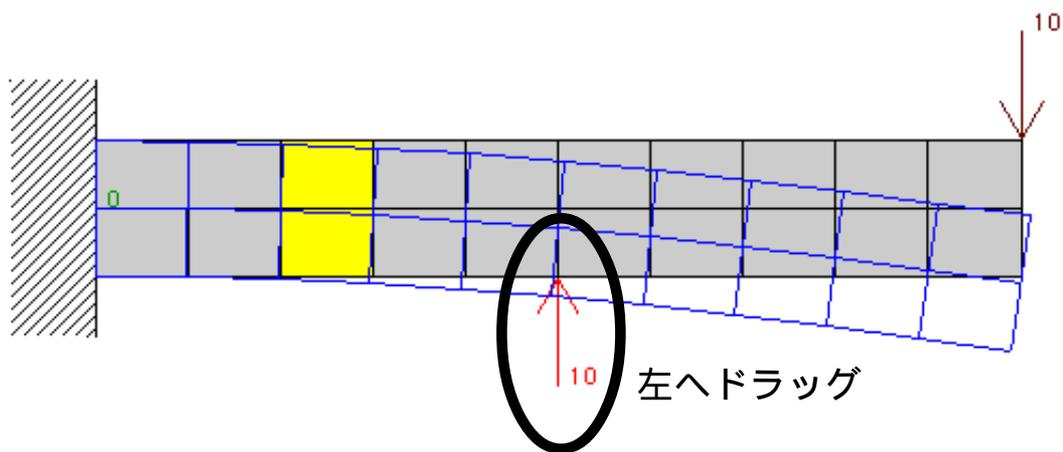
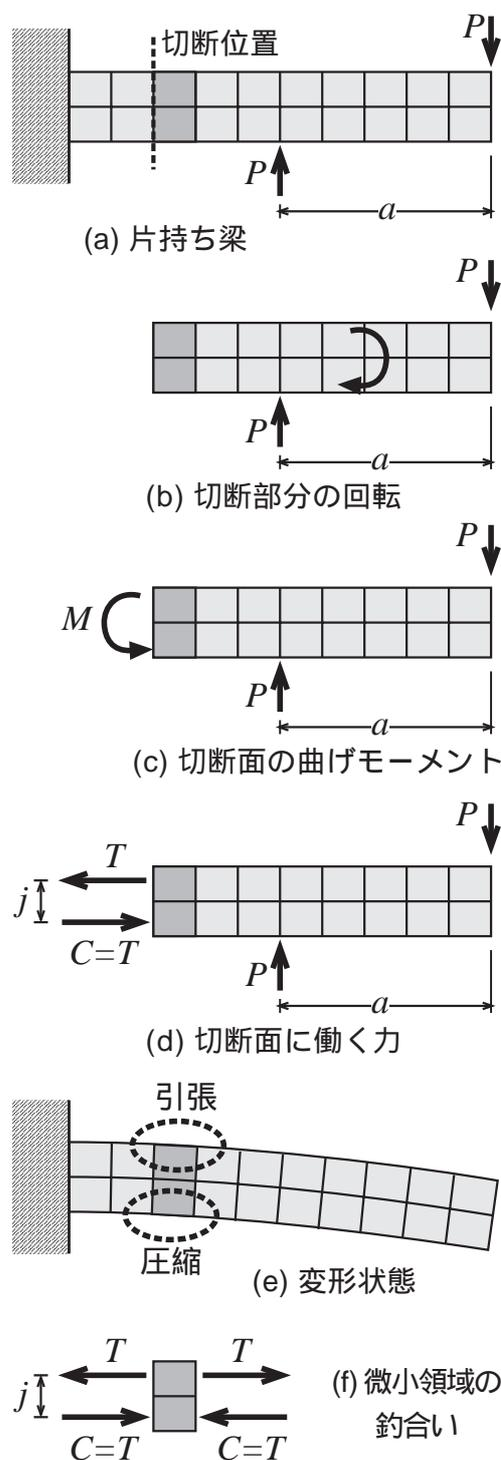

図 2.1.6 下の荷重を中央に移動
図 2.1.10 梁の切断と釣り合い
- 2) 下の荷重を表す矢印にカーソルを合わせ図 2.1.6 のように中央までドラッグする。
(6) ではなぜ梁の上部が伸び下部が縮むのであろうか? このことを考えるため,画面右下の「切断された梁」ボタンを押してみよう。図2.1.9のような画面になる。これは,図2.1.10(a)破線のように黄色領域の左側で梁を仮想的に切断したイメージである。すると,外力だけでは図2.1.10(b)のように切断部分が右回りに回転してしまう。回転を止めるためには,図2.1.9(c)のように切断面に左回りの作用Mが働かなくてはならない。これを「曲げモーメント」という。その大きさは,第1章トラスで学んだように,
では「曲げモーメント」の実態は何かというと、図2.1.10(d)のような引張力 (tension) T と圧縮力 (compression) C のペアなのである。水平方向の釣り合いより、 $T = C$ が成立する。また、 T と C の距離を j とすると、テコの原理より、 $T \cdot j = P \cdot a$ が成り立つ。
T と C は、図2.1.10(e)のように、梁の上部が伸び、下部が縮むことで発生する。さらに、図2.1.10(f)のように黄色領域の右側でも梁を切断すると、この領域が釣り合うためには同じ大きさの引張・圧縮力が加わることがわかる*1。この引張・圧縮力が「梁の上
部が伸び、下部が縮む」原因なのである（図 2.1.10(e) 参照）。図 2.1.6 の操作で荷重移動によって変形が進んだ理由も、距離 a が増大することで曲げモーメントが増えたからである。もう一度、画面上で下側の P の位置を変化させ、詳細領域に発生する力と変形が変化することを確認しよう。
働くことがわかる。これは図 2.1.10 の釣合いと同一である。